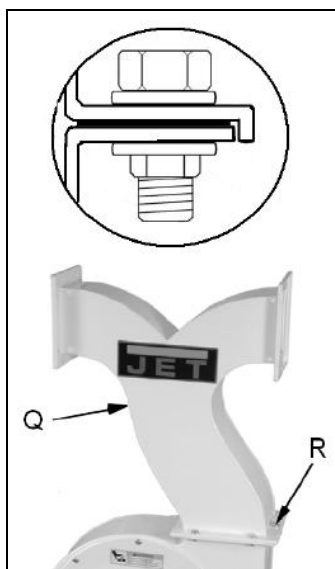

Fig 4
Montieren Sie den Verbindungskrümmen (Q, Fig 4) mit 6 Sechskantschrauben, Scheiben und Muttern (R).